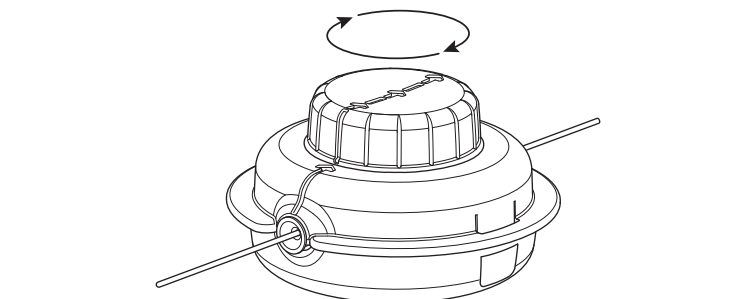

Fig. 18
5. Gire la perilla de impacto en el sentido de las agujas del reloj para enrollar el hilo hasta que sobresalgan aproximadamente 5 pulgadas (12.7 cm) por cada lado del cabezal de corte (Fig. 18). **NO** oprima la perilla de impacto mientras se enrolla el hilo.